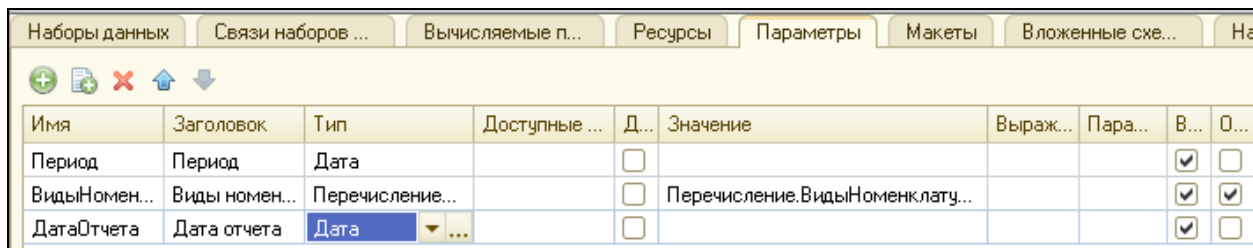

Рисунок 4.46 Параметры схемы компоновки данных
11. Перейти на закладку **Параметры**. Убедиться, что параметр **ВидНоменклатуры** имеет значение **Перечисление.ВидыНоменклатуры.Услуга**. Добавим поле **ДатаОтчета**, тип – Дата (рис.4.46).